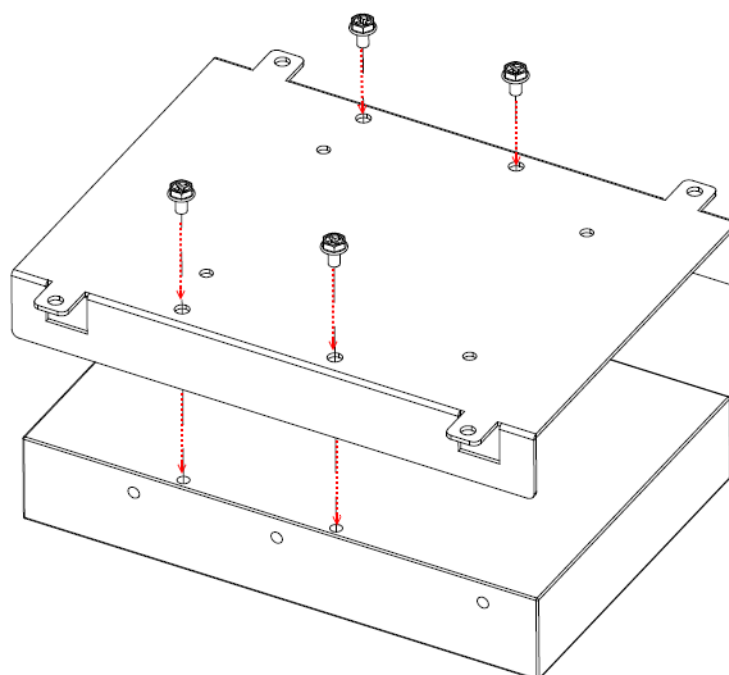

Figure 5.5 Installing a Hard Disk into the shockproof bracket/ 将HDD安装在防冲击支架上
3. Insert the shockproof bracket into the proper location and secure them with the screws provided.(See Figure 5.5)
3. 将防冲击支架插入合适的位置并用提供的螺丝将其固定。（如图 5.5 所示）
5. 将 HDD 和防冲击支架放回原位并用原来的 4 个螺丝将其固定。（如图 5.5 所示）